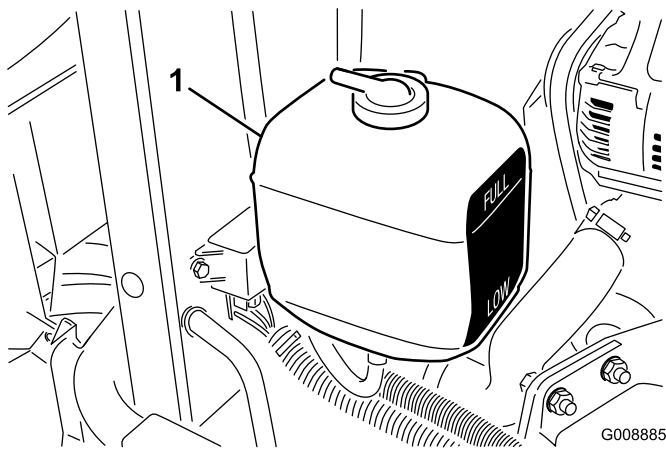

Bild 39
1. Prüfen Sie den Kühlmittelstand im Ausdehnungstank (Bild 39).